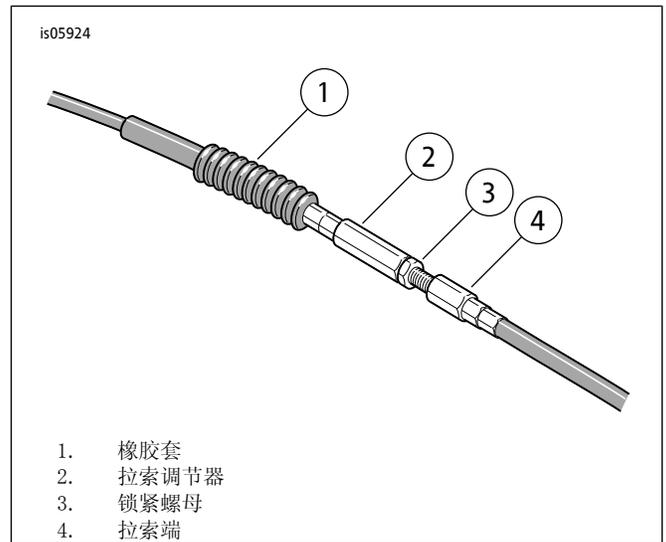

图1。离合器拉索调节器
- 参见图1。滑动橡胶套使其离开拉索调节器。调节器位于离合器拉索中间附近, 靠近前车架下管。